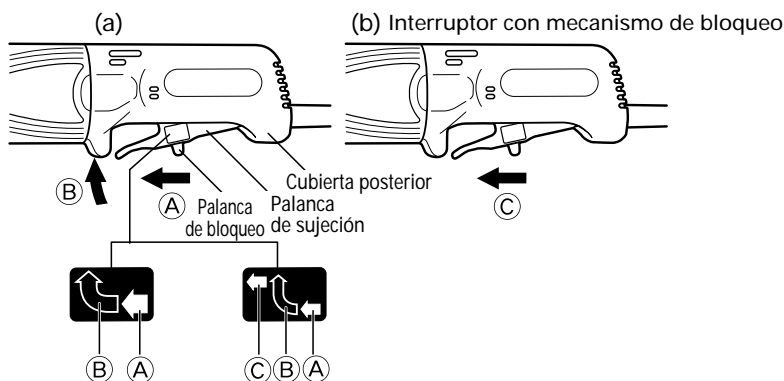

Fig. 3
ON: Para poner la máquina en funcionamiento, deslice la palanca de bloqueo (A) y después la palanca de sujeción en el sentido de (B) como se muestra en la Fig 3-a.
Además, deslice la palanca de bloqueo en el sentido de (C) como se muestra en la Fig.3-b manteniendo presionada la palanca de sujeción para permitir la operación continua.
OFF: Para desactivar el modo de bloqueo, presione la palanca de sujeción en el sentido de (B), como se indica en la Fig.3-a, y suéltela a fin de parar la máquina.